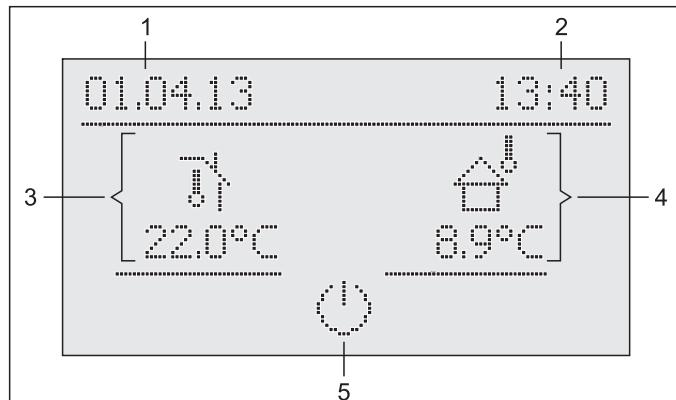

Fig. 4-4 Indicação standard RoCon M1 - "Living Room"
- ➔ É apresentada a indicação standard (ver fig. 4-4).